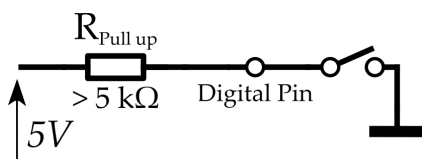

FIGURE 6.6: Insertion d'une résistance pull-up pour stabiliser l'état LOW des entrées digitales
On relie le pin d'entrée au 5V via une résistance (dite pull-up) et l'interrupteur à la masse. Ce montage (voir figure 6.6) est peut-être moins intuitif que le précédent :
3. Oter la résistance de pull-down et mettre une résistance de pull-up (cf fig 6.6) pour stabiliser l'état LOW de l'entrée digitale de l'arduino. Vérifier que l'état logique du bouton est inverser et faire les modifications nécessaires dans le code pour revenir au fonctionnement initial.
4. Oter les résistances de pull-up ou pull-down externe et utiliser la fonction `pinMode` (relire la documentation si nécessaire) pour enclencher la résistance de pull-up interne de l'entrée numérique de l'arduino. Le mot clef est alors `INPUT_PULLUP`. La connexion, tout comme dans la figure 6.6 doit être faite entre le pin d'entrée et la *masse*³¹. Corriger, si nécessaire, dans le code l'inversion de logique associée à l'utilisation d'une résistance de pull-up.